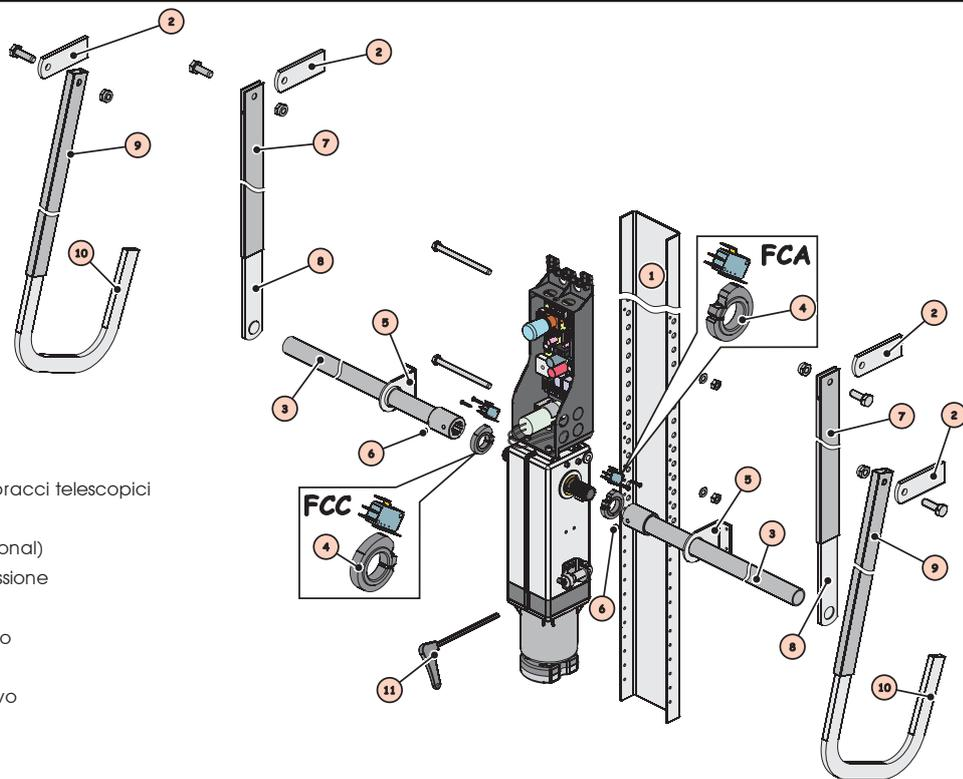

Fig.11
3) Fissare l'operatore al longherone utilizzando la viteria in dotazione come da fig. 11.
Fissare le guaine dei bracci telescopici alle staffe utilizzando i perni e la viteria in dotazione come da fig. 11.
• Se si utilizzano i finecorsa (opzionali), inserire prima le camme, come in fig. 11.
Aprire la porta fino al punto desiderato; regolare la camma fino all'attivazione del micropulsante **FCA** (fig. 11).
Chiudere la porta; regolare la camma fino all'attivazione del micropulsante **FCC** (fig. 11).